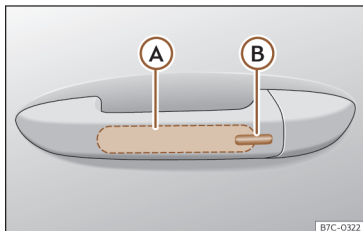

Fig. 46 Poignée de la porte : surfaces sensibles.
>>> **fig. 46**
- Touchez la surface sensible >>> **fig. 46** Ⓑ située sur la face extérieure de la poignée de porte. Tous les clignotants clignotent en même temps.
- Dans les 5 secondes qui suivent, touchez une fois le capteur sur la face extérieure de la poignée de porte >>> **fig. 46** Ⓑ. Ce faisant, ne saisissez pas la poignée. Le système Keyless Access est temporairement désactivé.
Pour **fermer à l'aide de la fonction confort** toutes les vitres électriques et le toit ouvrant, maintenez appuyé quelques secondes un doigt sur la surface sensible de verrouillage >>> **fig. 46** ② de la poignée de porte jusqu'à ce que les vitres et le toit se ferment.